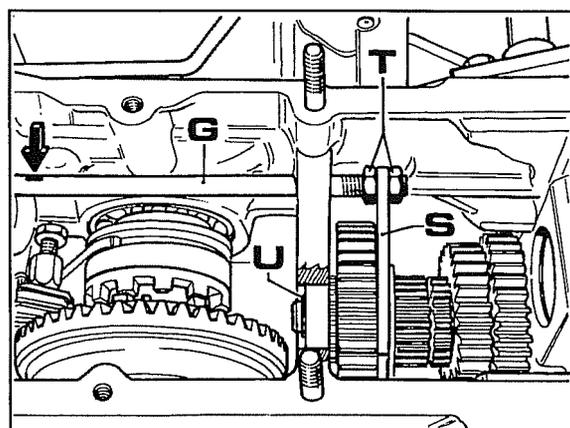

Fig. 15
3. Marcar la varilla **G** mando horquilla de la toma de fuerza, en el punto indicado por la flecha en la fig. 15. Esta operación se hace necesaria para mantener la misma posición de la varilla en sentido rotatorio durante la fase de reensamblado.
4. Aflojar la horquilla **S** fig. 15 de selección toma de fuerza mediante las tuercas **T**, luego separarla de la varilla.
5. Quitar el anillo elástico seeger **U** fig. 15 de bloqueo del cojinete.
- Al volver a montar la horquilla **S** de la fig. 15, recordarse de girar la relativa varilla **G** con la marca en la posición original (punto indicado por la flecha en la fig. 15). Montar la horquilla regulándola en la posición en la que los juegos se subdividan en partes iguales en el enganche de las dos velocidades. Controlar además que en posición de punto muerto no se presenten roces, luego bloquear la horquilla con las dos tuercas simultáneamente para no variar la posición de la varilla respecto a la marca.